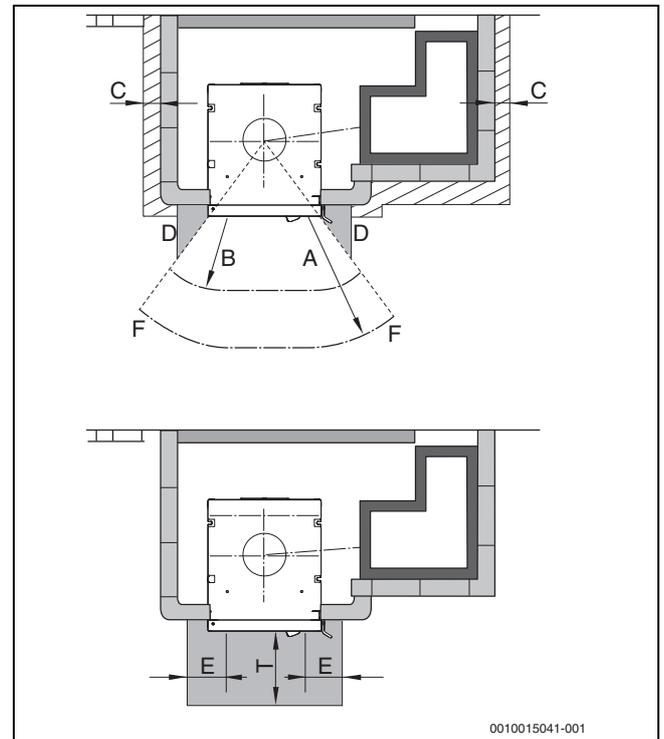
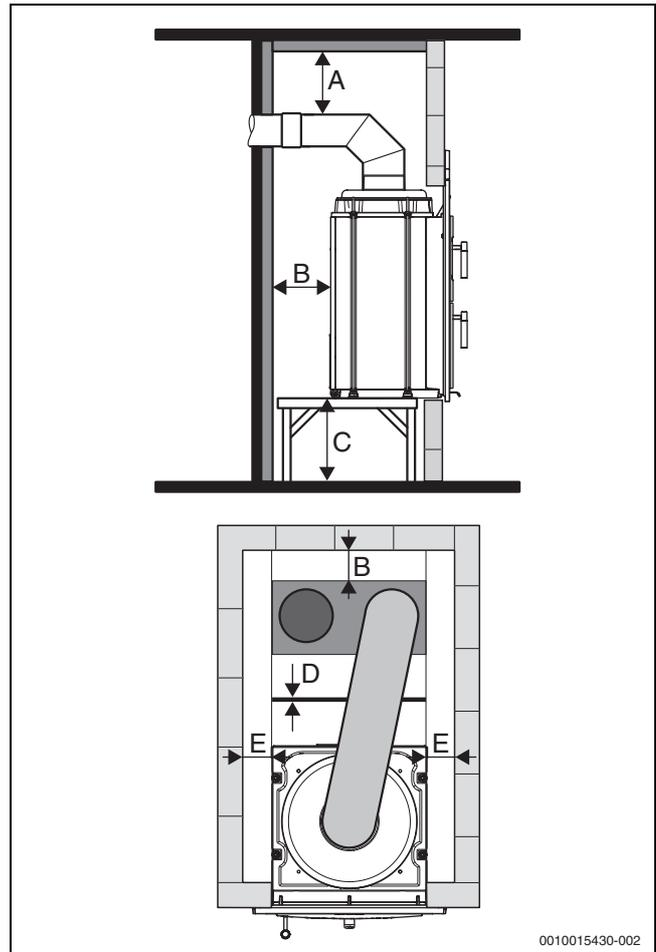

Bild 5 Äußere Mindestabstände
Bild 6 Heizkammer-Mindestabstände
- Die Mindestabstände müssen eingehalten werden (→ Bild 5, Seite 11 und Bild 6, Seite 12).
- ▶ Mindestabstände einhalten (→ Bild 6 und Tabelle 4, Seite 12).